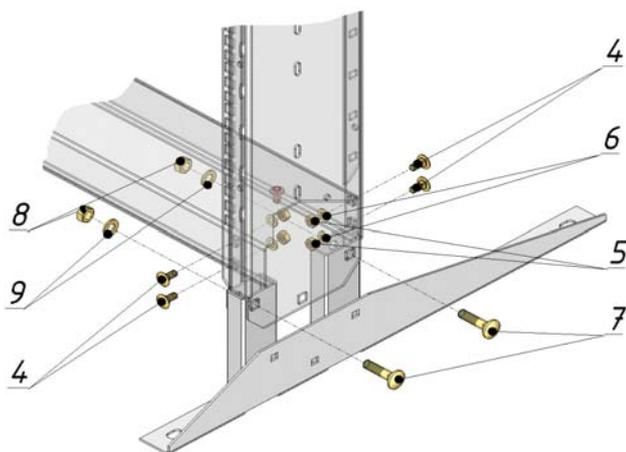

Рисунок 3. Сборка нижнего узла стойки
5.1 Вставьте внутрь вертикальных профилей (1) горизонтальные (2) так, чтобы плоскость последних была ориентирована внутрь рамы и зафиксируйте каждый угол на 4 болта М6 (4) гайками М6 (5), шайбами 6 (6) (см. **рис.3, 4**). Ориентация вертикальных профилей (1) определяется поначичую в нижней части 3-х отверстий для крепления опор крепления полу (3).
5.3 Соориентируйте опоры крепления к полу (3) так, чтобы отверстия меньшего диаметра располагались вовнутрь и прикрепите к вертикальным профилям (1), каждую опору на на 3 болта М8 х 35 (квадратный подголовник) (7) гайками М8 (8) и шайбами 8 (9) и затяните гайки (см. **рис.3**).